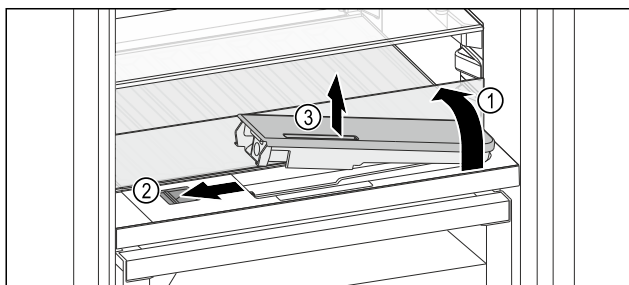

Fig. 122
- Glasplaat heffen en tot de aanslag naar achter klappen Fig. 122 (1).
- Schuif Fig. 122 (2) naar links schuiven.
- Waterreservoir eruit halen Fig. 122 (3).